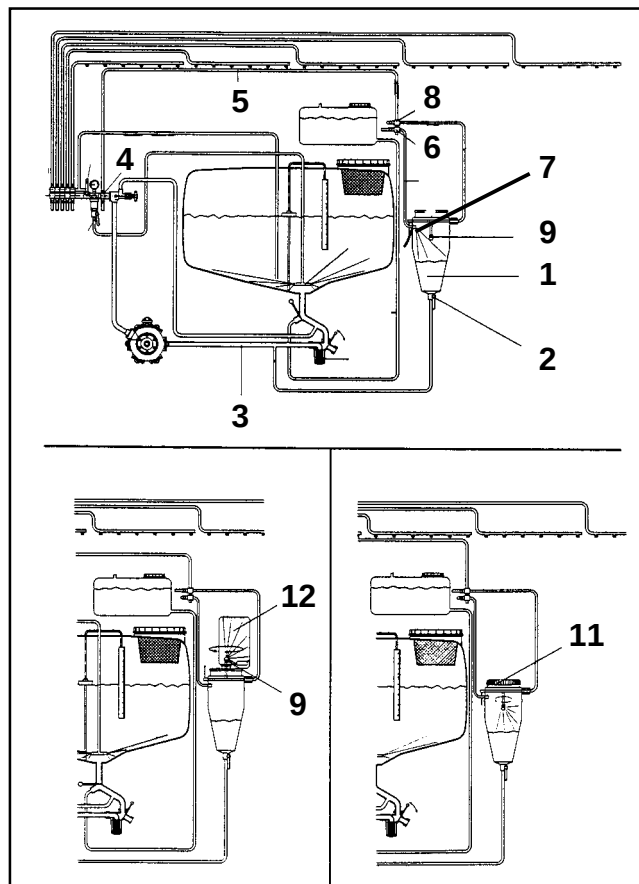

Fig. 10.19
- Kontroller at envejshanen (fig. 10.19/ 2) er lukket.